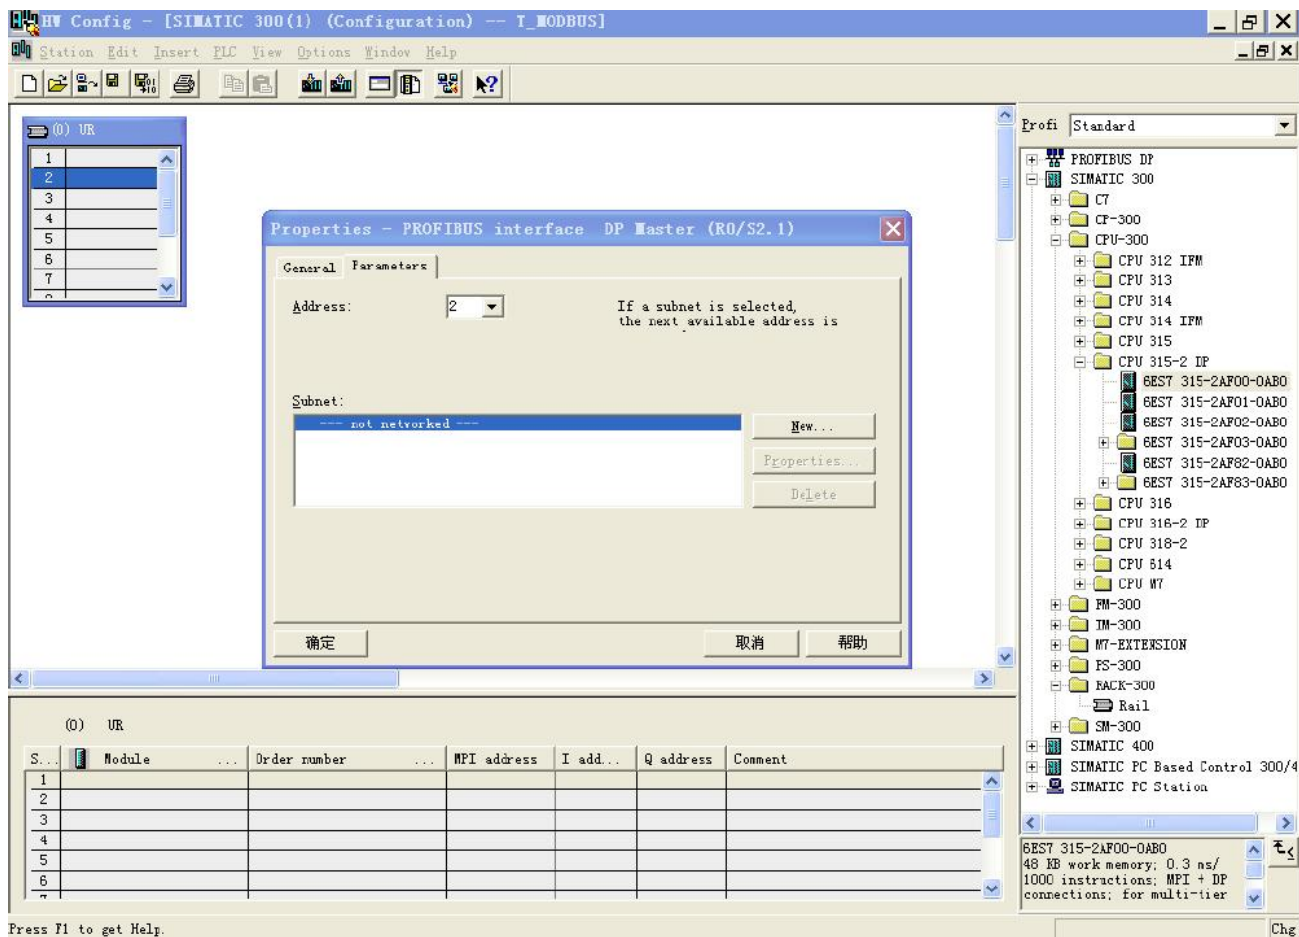

图 7
7. 设定 PLC rack, 双击 “Hardware Catalog\SIMATIC 300\RACK-300\Rail”, 如图 7 所示: